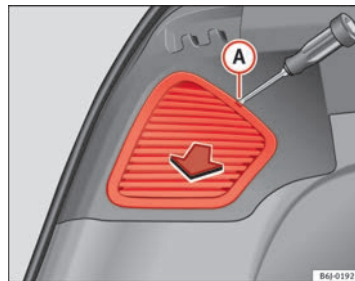

Fig. 169 Feux latéraux
- Retirez ce cache à l'aide d'un tournevis à tête plate placé dans la rainure indiquée (A) ⇒ fig. 169.